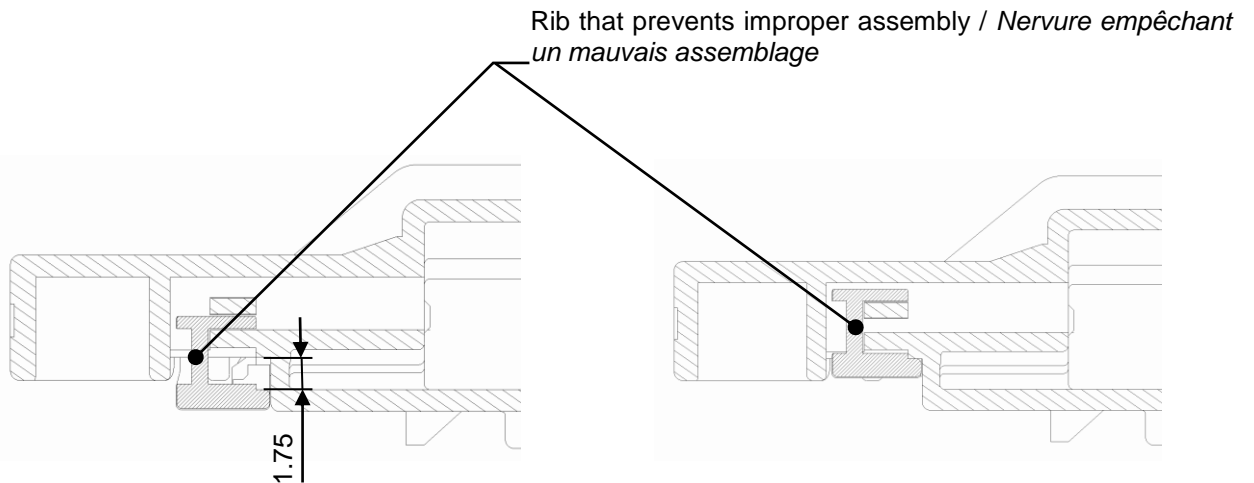

Figure 28 6P hybrid male TPA pre-set and set position / Double verrouillage du PL 6P hybride en position ouvert et fermé
- There are two ribs on each TPA, one on each side to prevent improper mating of TPA with a housing (Figure 28).
- *Il y a 2 nervures sur chaque double verrouillage, une de chaque côté pour empêcher la mauvaise insertion du double verrouillage sur le boîtier (figure 28).*